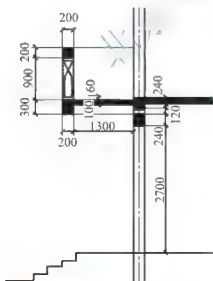
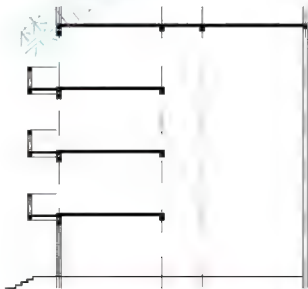

图 4.96 绘制阳台、圈梁和过梁
图 4.97 绘制其他层阳台、圈梁和过梁
(1) 将当前层换为【室外】图层, 按照图 4.96 所示的尺寸绘制二层的阳台、圈梁及一层门过梁。
(2) 用【阵列】命令生成 3 层和 4 层阳台、圈梁以及过梁, 参数设定为 3 行、1 列、行偏移 3300。
(3) 绘制出 4 层的圈梁和过梁并剪出门洞口, 结果如图 4.97 所示。